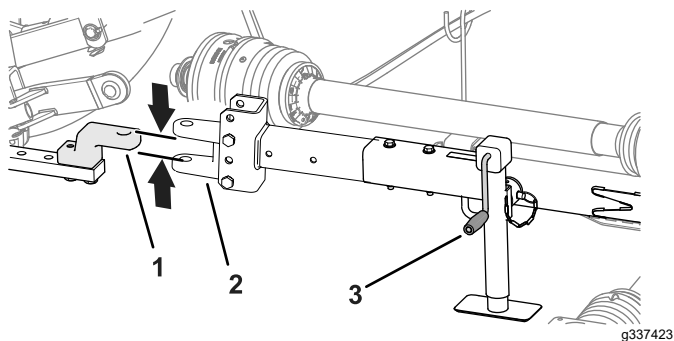

Рисунок 28
- С помощью рукоятки домкрата поднимайте или опускайте домкрат буксировочной штанги до совмещения ее с тяговым брусом или поворотным сцепным устройством (Рисунок 28).
3. Совместите тяговый брус или поворотное сцепное устройство буксирного автомобиля с буксировочной штангой газонокосилки (Рисунок 28).